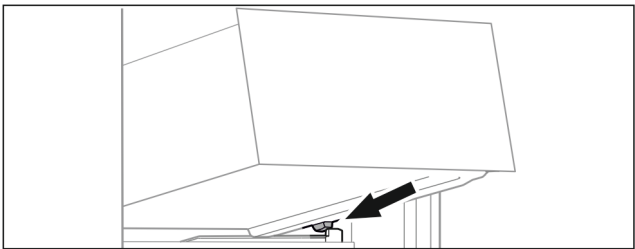

Fig. 89
- Placer le tiroir, en l'inclinant, derrière les butées sur la nervure de récipient. (voir Fig. 89)